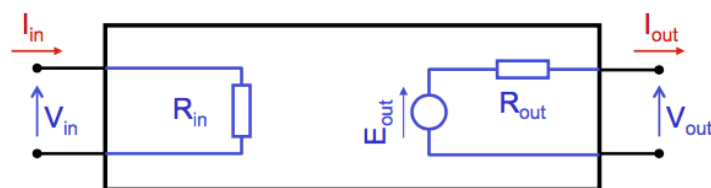

FIGURE 13 – Equivalent de Thévenin
**Source commandée** Dans la fig 13, si le quadripôle est un ampli, la tension de sortie doit logiquement être  $A$  fois plus grande que la tension d'entrée.  $V_{out}$  dépend de la tension d'entrée du quadripôle  $V_{in}$  :  $E_{out} = A \cdot V_{in}$ . Dans ce cas,  $E_{out}$  est une source de tension particulière dont la valeur dépend de la tension ou du courant en un autre endroit du montage : c'est une *source commandée*.